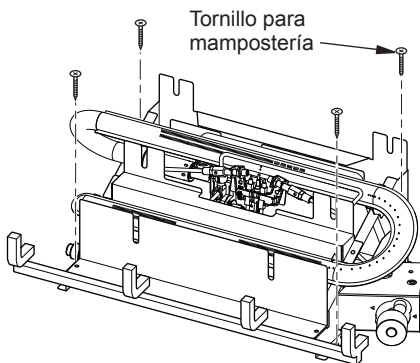

Figura 11 - Instalación del conjunto de la base en el suelo de la chimenea
2. Marque las ubicaciones de los tornillos a través de los orificios de la abrazadera de montaje (consulte la Figura 11). Si lo instala en una chimenea con la parte inferior de ladrillo, marque las ubicaciones de los tornillos en la unión de mortero de los ladrillos.
5. Fije la base ensamblada al piso de la chimenea mediante dos tornillos para mampostería (en el paquete de aditamentos (consulte la Figura 11)).